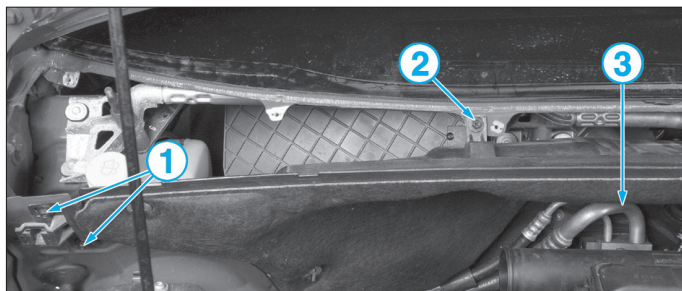

FIG. 28
- les 3 vis (1) et (2) de chaque côté de la séparation d'auvent (Fig.28).